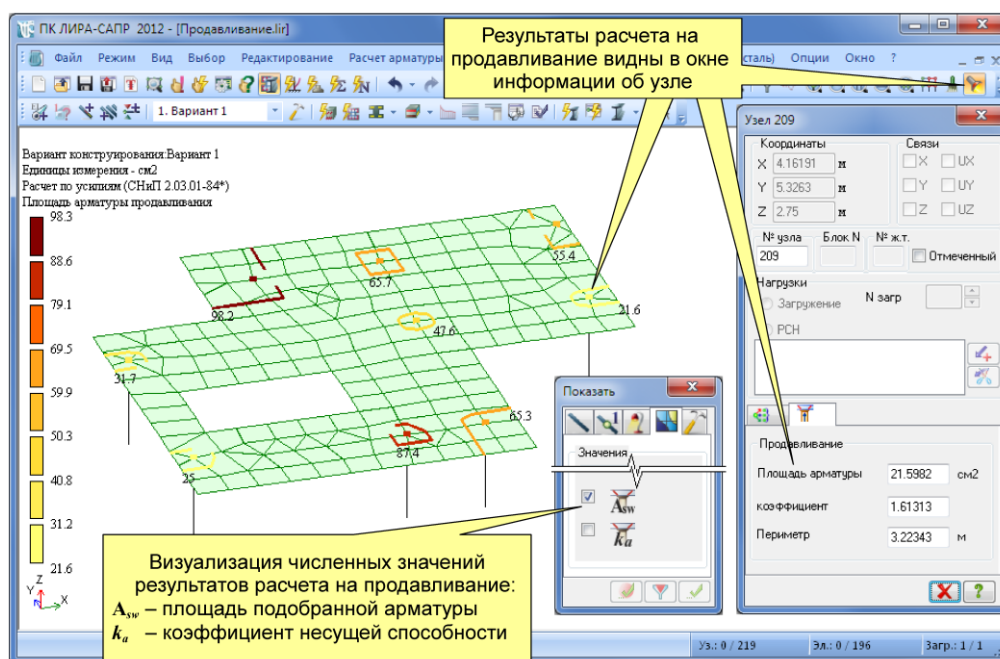

Рис. 17. Результаты расчета на продавливание в ЛИРЕ-САПР
В результате расчета на продавливание, определяются усилия продавливания для каждого контура: нормальное усилие N и два момента M_x , M_y – они доступны в таблицах результатов; периметр контура продавливания – доступен в окне информации об узле; коэффициент несущей способности на продавливание и арматура продавливания – доступны как в окне информации об узле, так и в виде мозаик, рис. 17. Площадь арматуры показывает, сколько всего см^2 поперечной арматуры продавливания требуется для данного контура, а коэффициент несущей способности k_a характеризует загруженность контура продавливания. Если $k_a > 2$ – арматура продавливания не требуется, $1 \leq k_a \leq 2$ – для восприятия усилий продавливания необходима арматура, а если $k_a < 1$ – принятой толщины плиты не достаточно для восприятия усилий продавливания, то есть необходимо увеличить толщину плиты или изменить конструкцию опирания.
Работа по созданию схемы армирования плиты начинается с того, что пользователь на схеме выделяет плиту и нажимает кнопку «Создание узла армирования плиты перекрытия». САПФИР-ЖБК переходит в режим создания схемы армирования, см. рис. 17. Следующий шаг – открыть файл с результатами армирования *.aspr, созданный в ЛИРЕ-САПР при помощи пункта меню «Экспорт в САПФИР». САПФИР-ЖБК визуализирует требуемую по расчёту площадь арматуры в виде изополей или в виде цветной мозаики. Таких изополей или мозаик требуемой по расчёту арматуры может быть всего четыре: верхняя арматура по направлениям X и Y и нижняя арматура по направлениям X и Y. Таким образом необходимо создать четыре схемы армирования: верхней вдоль X, верхней вдоль Y, нижней вдоль X и нижней вдоль Y. Следует особо отметить, что САПФИР-ЖБК версии 2.0 может использовать только арматуру, подобранную в согласованных осях пластин, направление которых совпадает с направлением глобальных осей координат, поэтому во время создания модель здания надо разворачивать так, чтобы направление армирования совпадало с глобальными осями координат.
- Из ПК ЛИРА-САПР 2012 импортируется подобранная арматура продавливания (см. рис. 17). Если подобранная арматура уже была импортирована для создания схемы продольного армирования, этот шаг можно опустить.